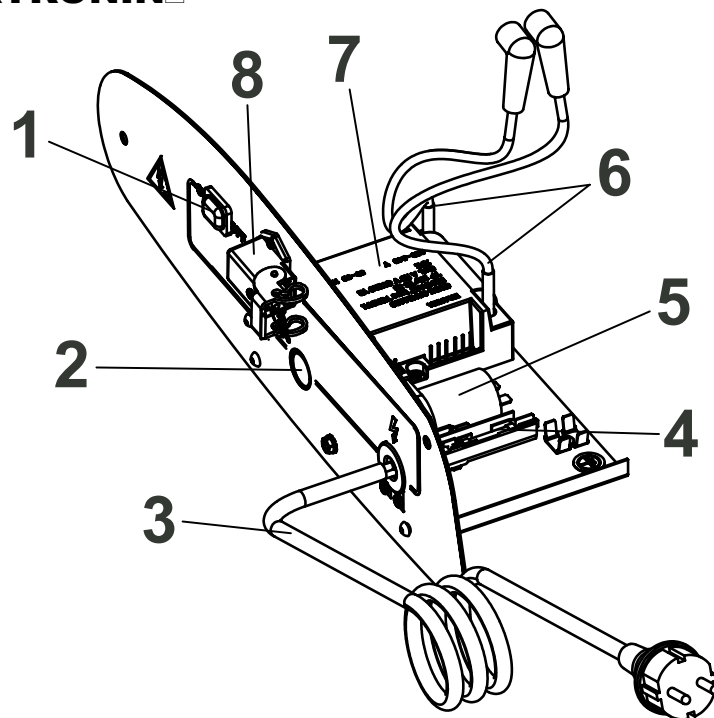

Fig. 2
- Pastatykite jungiklį 1 (Fig. 2) į simboliu ON pažymėtą padėtį: įsijungs ventiliatorius o po kelių sekundžių prasidės degimas. Paleidžiant pirmą kartą ir visiškai ištuštintus dyzelino sistemą, dyzelino tekėjimas į purkštuką gali vėluoti ir įsijungs liepsnos kontrolės aparatūros signalizacija, kuri išjungs šildytuvą 2 (Fig. 2), tuo atveju, palaukę 1 min., paspauskite rankinio įjungimo mygtuką 1 pakartotinai įjungdami įrenginį. Kai negalima paleisti įrenginio:
2. Paspauskite rankinio įjungimo mygtuką 2 (Fig. 2);
Norėdami nutraukti įrenginio veikimą pastatykite 1 (Fig. 2) jungiklį į "OFF" padėtį. Liepsna užges, o ventiliatorius dar suksis kol degimo kamera visiškai ataus.
Šildytuve árengta elektroninė liepsnos kontrolės aparatūra. Aptikus vieną ar daugiau veikimo sutrikimų, aparatūra blokuoja įrenginį ir užsišviečia rankinio ájungimo mygtuko indikatorius 2 (Fig. 2).